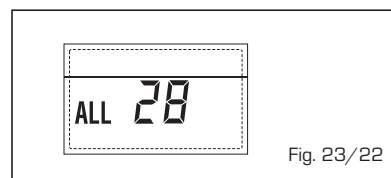

Fig. 23/22
- **ANOMALÍA NUMERO DE TARJETA CONECTADOS "ALL 29"** (fig. 23/23)